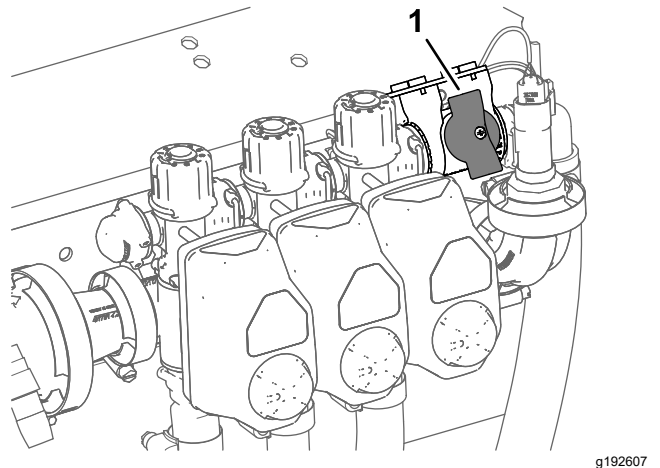

图 48
4. 对于以喷洒率模式操作的机器应确保喷洒臂段旁通切断阀旋钮处于已关闭位置图 48。
5. 对于以喷洒率模式操作的机器应确保喷洒臂段旁通切断阀已关闭图 48。